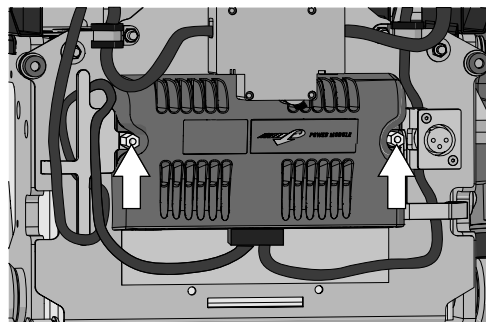

Abbildung 528. Das Leistungsmodul ist mit zwei Muttern angebracht.
1. Montieren Sie Leistungsmodul und Batteriekabelhalter mithilfe von zwei Muttern. Siehe Abb. 528.
2. Verbinden Sie die elektrischen Anschlüsse am R-Net-Regler. Wickeln Sie das Kabel gemäß Abb. 528.
4. Schalten Sie den Haupttrennschalter auf die Position EIN (ON). Siehe 4.3.5 *Hauptschalter*, Seite 180.